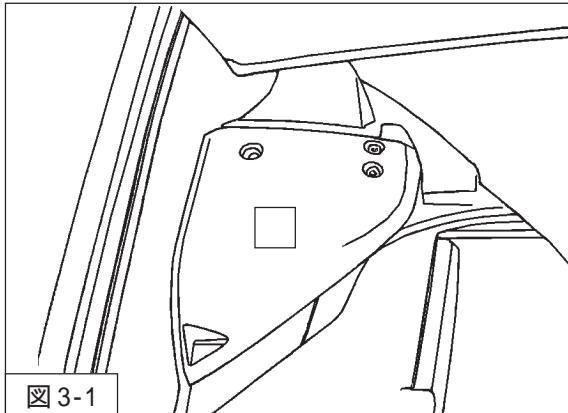

図 3-1
1. リアダンパーASSY上部のカバーを取外してください。(図3-1)